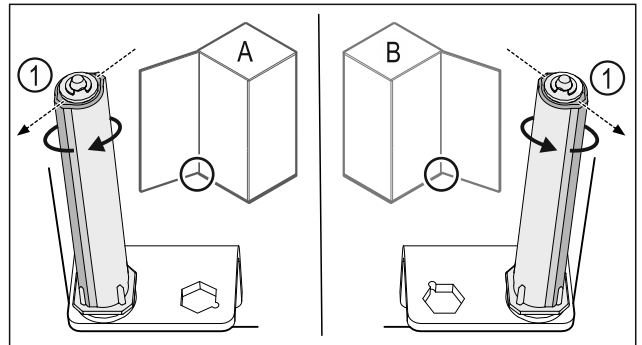

Fig. 41 Linksanschlag (A) / Rechtsanschlag (B)
- ▶ Schließsystem gegen den Widerstand drehen, bis der Steg des Schließsystems Fig. 41 (1) nach außen zeigt.